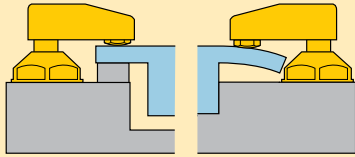

Figura 6
- La pieza de trabajo sólo debe ser expuesta a la fuerza de sujeción si un punto de soporte sólido la sostiene correctamente, tal como lo ilustra la Figura 6.